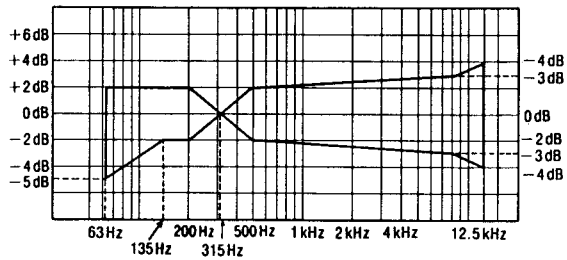

Fig. 6
- 2.S’assurer que la réponse en fréquence soit en deçà de la plage montrée dans la Fig. 6, à la fois pour le canal de gauche et le canal de droite.